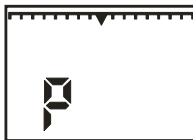

Рисунок 9.3
9.7 При разряде аккумуляторной батареи происходит сброс индикации измеряемой концентрации, на индикаторе отображается надпись " P ", 16 сегментная "линейка" чиста (рисунок 9.3),